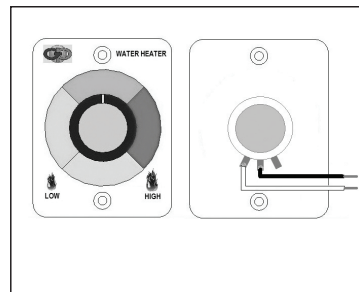

Figure 5
3. Pour installer le contrôle de modulation (Fig. 5), connecter le MOD GAZ du chauffe-eau au fil blanc du potentiomètre et le fil noir du potentiomètre à un fil de terre (connexion à la terre) accessible du véhicule.
Le modèle **GSWH-1M** de Girard Products est un nouveau chauffe-eau sans réservoir à « tirage induit » conçu spécialement pour les véhicules récréatifs (VR). Sa configuration et sa taille sont conformes aux chauffe-eau avec réservoir actuellement utilisés et il est conçu pour l'industrie du VR pour une utilisation par les fabricants d'équipements et les consommateurs. La commande de modulation du gaz (CMG – voir Figure 5) est l'une des principales caractéristiques du modèle, qui est installée à l'intérieur du véhicule. À l'aide de la CMG, la capacité de chauffage du chauffe-eau peut être réglée manuellement d'un minimum de 18 000 BTU à un maximum de 36 000 BTU et la température d'eau entrante augmentera de 20°- 70° (F), selon le débit d'eau chaude et le réglage de la commande de modulation de gaz.
- 3. Tourner le bouton de modulation de gaz au réglage approprié (voir Figure 5 à la page 28).